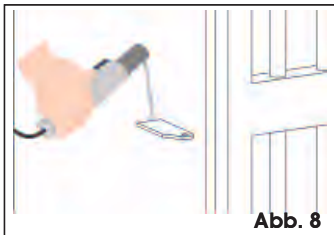

Abb. 8
- Bei Eisenpfosten den Bügel (Abb. 8) direkt am Pfosten festschweißen).